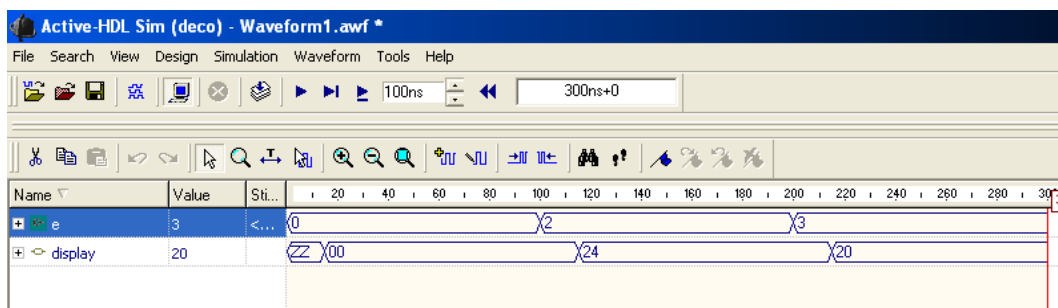

Figura 11. Simulación de tres estímulos de entrada: 000, 010 y 011.
14. Si se desea hacer una nueva simulación con otro valor u otro estímulo de entrada, es necesario repetir los dos pasos anteriores. Se asignar el nuevo estímulo y correr la simulación. En este caso se asignaran dos valores **010** y después el **011**. (Nota: Es posible agregar los dos estímulos y al final se ejecuta la simulación.) La simulación se muestra en la figura 11.